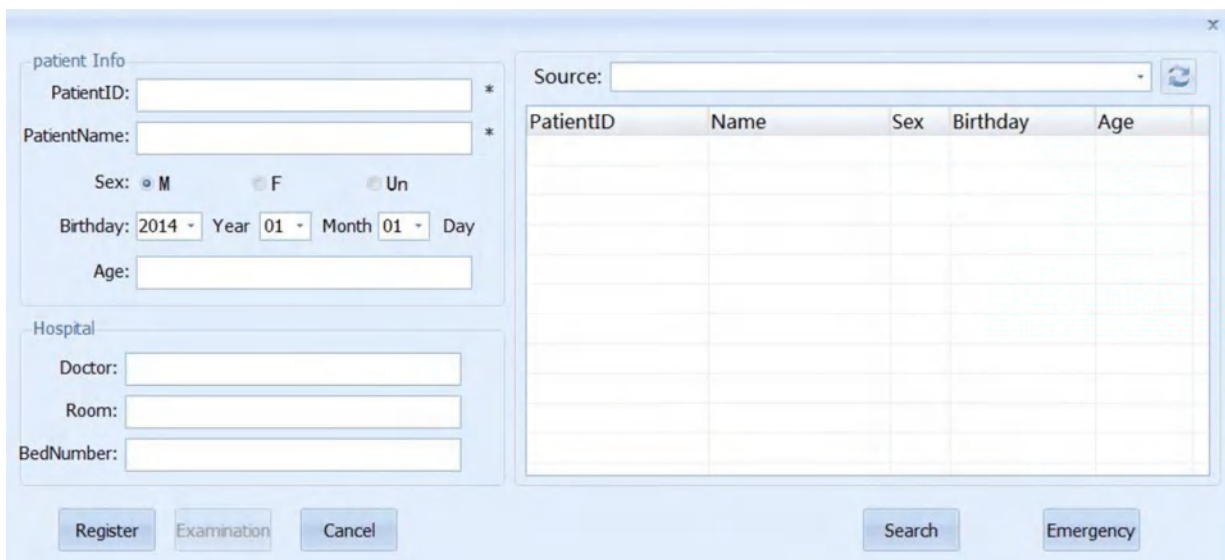

Рисунок 6-2 Регистрация нового пациента
- Чтобы найти информацию зарегистрированного пациента, введите зарегистрированный идентификационный номер пациента [ИН Пациента] [Patient ID] (см. рис. 6-2) и щелкните <Поиск> <Search>.